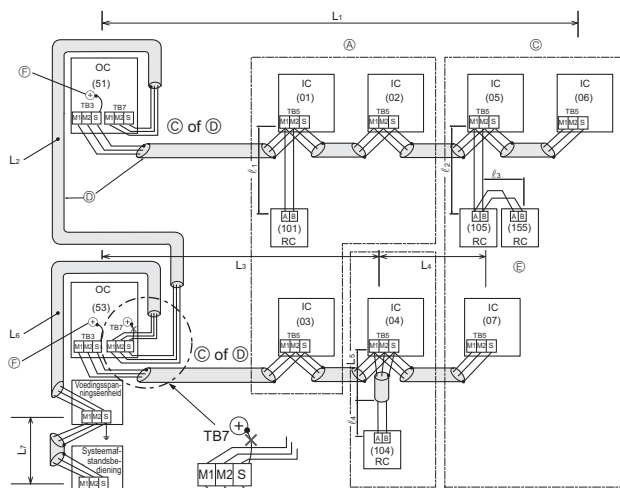

Fig. 6-2
■ M-NET-afstandsbediening (Fig. 6-2)